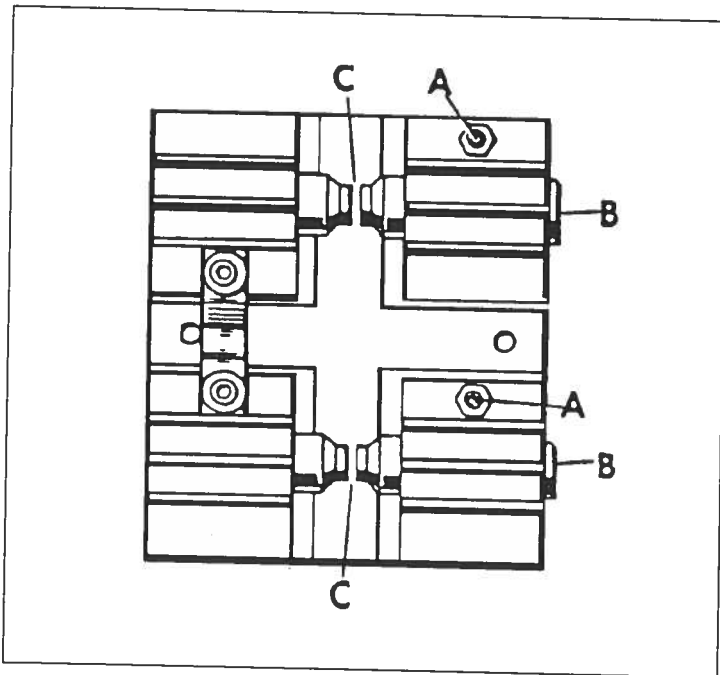

Fig. 5: Réglage des éclateurs.
### 2. Réglage des éclateurs (HF) FIG. 5